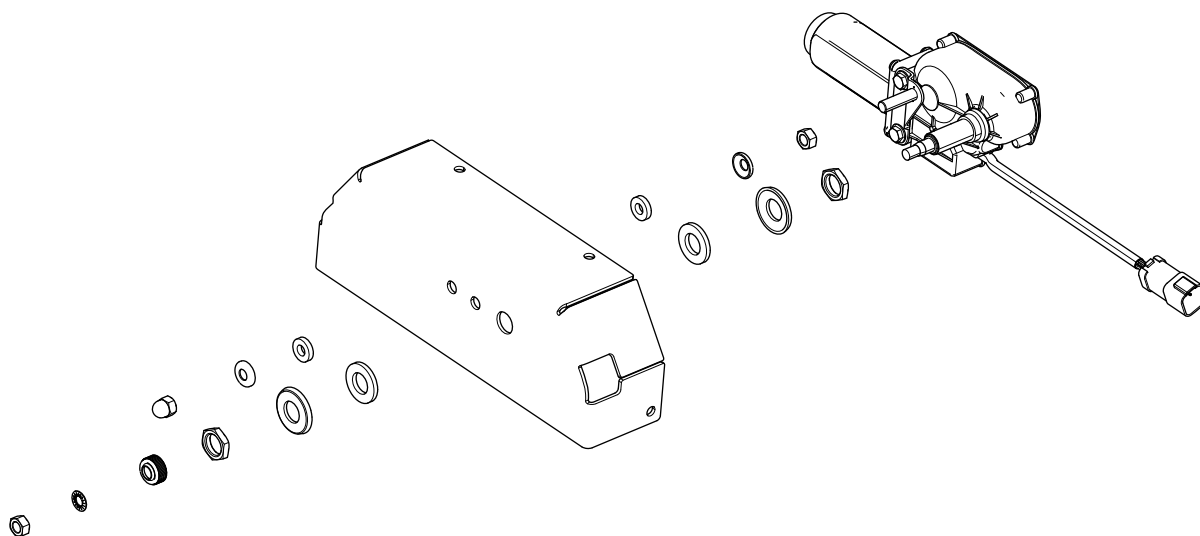

Figura 8
2. Fije el conjunto del motor del limpiaparabrisas en el soporte de montaje del motor con los herrajes que retiró anteriormente, tal y como se muestra en la Figura 8.